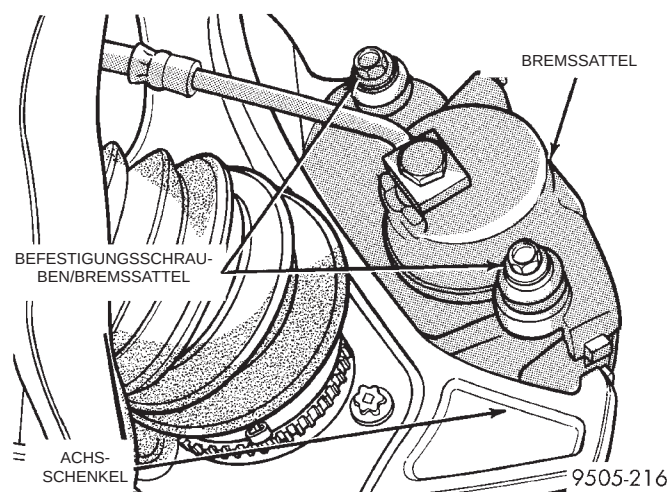

Abb. 78 Befestigungsschrauben des Bremssattels am Achsschenkel
(1) Fahrzeug anheben. Dazu Unterstellböcke oder eine Hebebühne verwenden, die am Rahmen angesetzt wird (siehe Kapitel 0, Schmierung und Wartung, Abschnitt "Anheben des Fahrzeugs").
(2) Radmuttern lösen, Vorderrad abbauen.
(3) Schrauben des Bremssattels vom Achsschenkel lösen (Abb. 78).
(5) Befestigungsschrauben des Bremssattels am Achsschenkel eindrehen (Abb. 78) und mit einem Anzugsmoment von 31 N·m (23 ft. lbs.) festziehen.
(6) Vorderrad anbauen und mit einem Anzugsmoment von 135 N·m (100 ft. lbs.) festziehen.
(7) Radmuttern in der richtigen Reihenfolge aufschrauben und vorerst nur mit halbem Anzugsmoment festziehen. Danach in derselben Reihenfolge die Radmuttern mit einem Anzugsmoment von 135 N·m (100 ft. lbs.) festziehen.
(8) Fahrzeug absenken.